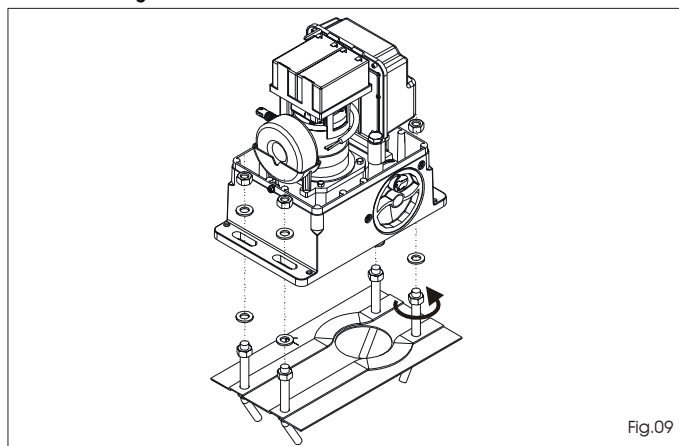

Fig.09
- 2- Coloque el operador sobre la placa de cimentación utilizando las arandelas y tuercas suministradas en dotación, como se indica en la Fig. 09. Durante dicha operación haga pasar los cables a través de las correspondientes aperturas realizadas en el cuerpo del motor (Véase Fig. 01 ref.9). Si fuera necesario se puede, utilizando un martillo, unir los dos orificios para obtener un paso más amplio.